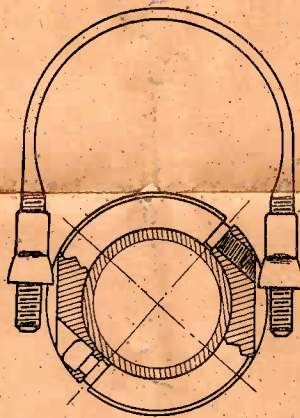

Fig. 3 C
D. — MONTAGE. — RÉGLAGE ET FIXATION DE L'ÉTRIER (Schéma Fig. 3 C - 4 D - 5).
- 1° Dévisser les deux écrous et enfourcher la bague en utilisant les encoches fraisées (Fig. 3 C).